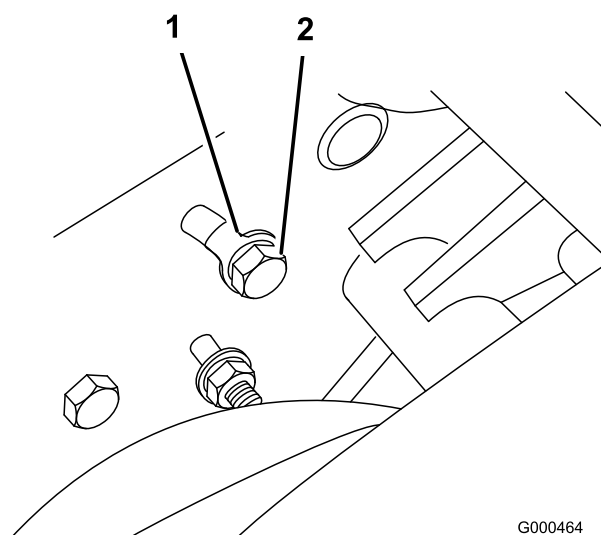

Figura 43
- A. Allentate la vite a testa cilindrica che sul retro della piastra laterale fissa la staffa di rinvio alla piastra stessa (Figura 43).